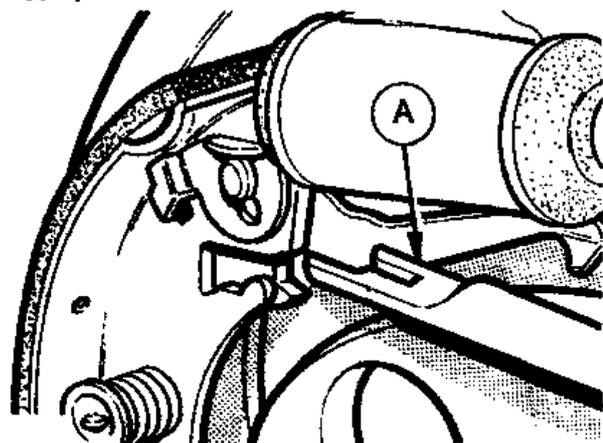

Рис.9.19. Правильное положение распорной планки (A) (Разд.9)
- III) Длинная вилка регулировочной распорки должна располагаться напротив задней тормозной колодки (Рис.9.19).